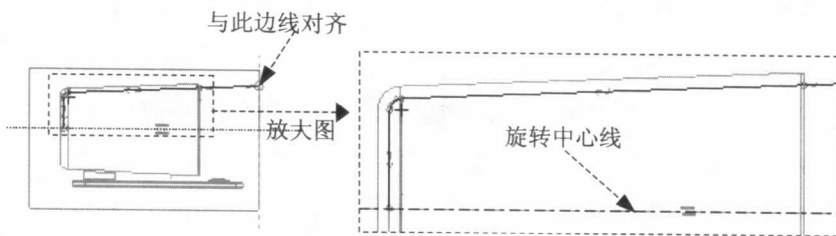

图 1.29 截面草图
② 先绘制如图 1.29 所示的旋转中心线,然后用“使用边”的方法绘制截面草图(注意:截面图形不封闭)。绘制完成后,单击草绘完成按钮 **✓**。